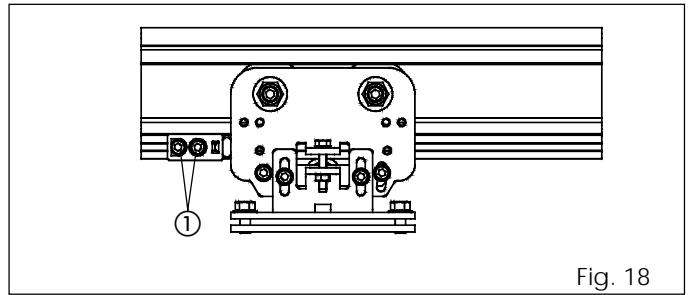

Fig. 18
- Haal de twee zeskantschroeven los, zoals aangegeven op fig. 18 en 19 ref. ①.